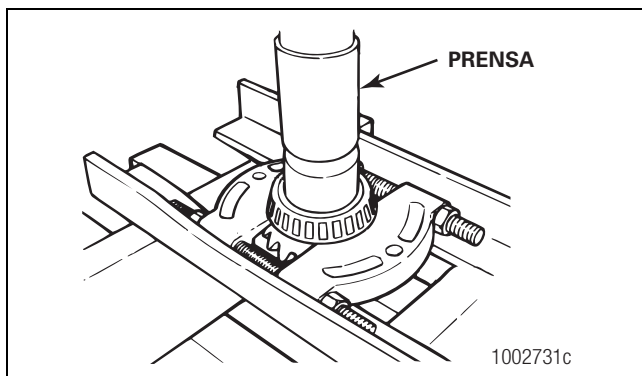

Figura 3.26
11. Use una prensa, un buje y un extractor de cojinetes para retirar el cono del engranaje lateral trasero. Figura 3.26.